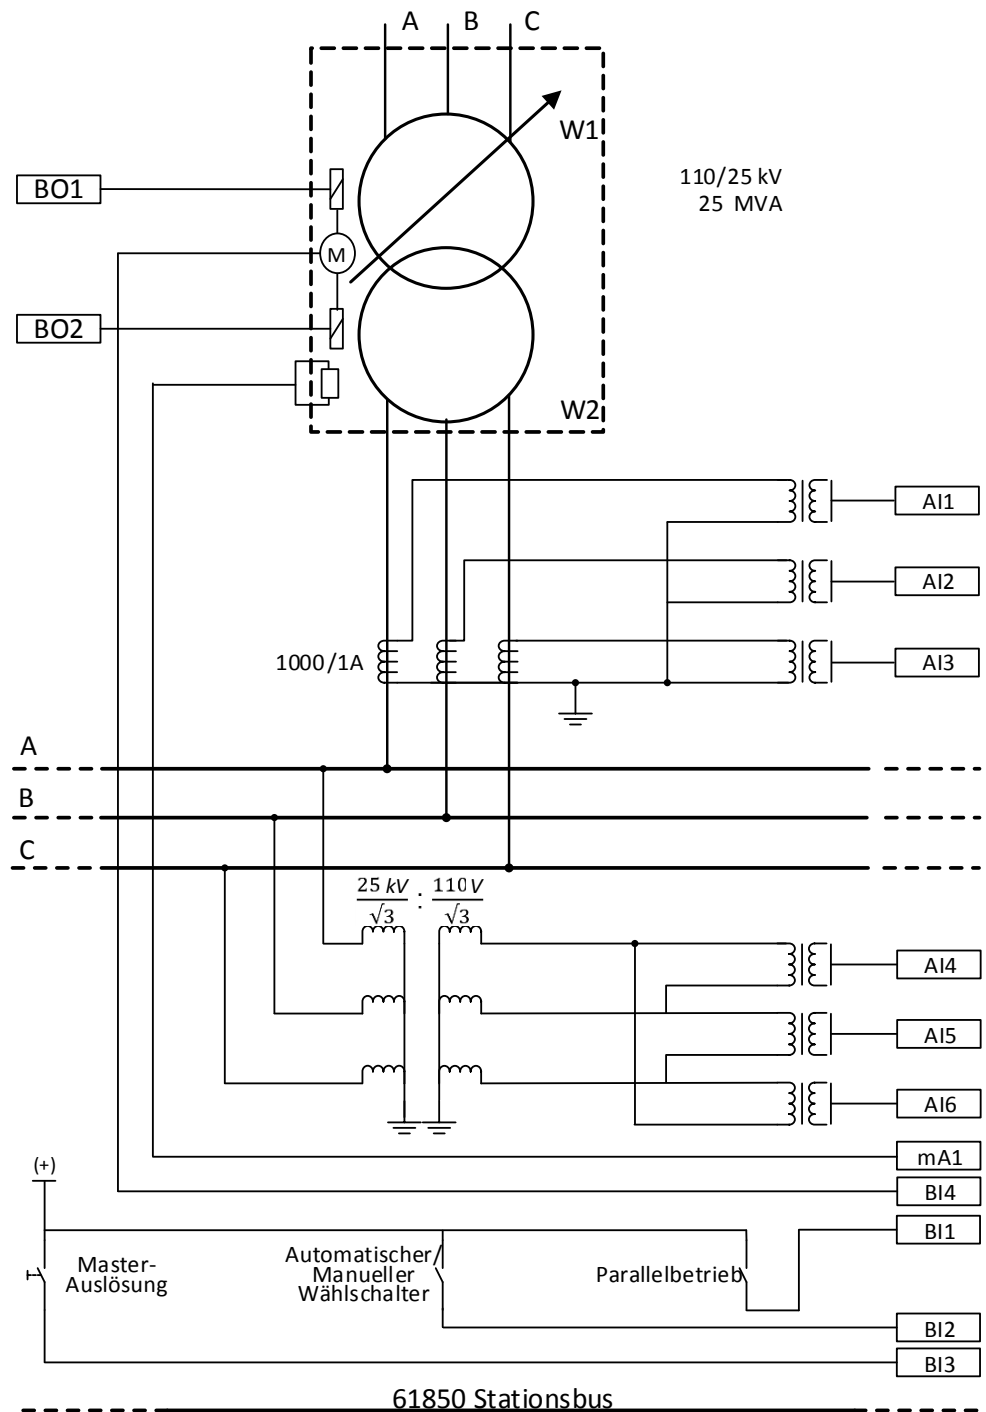

Abb. 55: Relais 3-Schnittstellen und CT/VT-Anschlüsse für TR3 in Beispielfall 3
Die Abbildung 55 zeigt die Anschlussdetails der Analogeingänge (AI) des Relais (Relais 3), Binäreingänge (BI), Milliampere-Eingänge (mA) und Binärausgänge (BO) für den Transformator TR3 im Beispielfall. Die CT-Anschlüsse für die Leiterspannungsmessungen in allen Leitern und der VT-Anschluss für die Spannungsmessung an der MS-Seite werden ebenfalls dargestellt. Im abgebildeten Beispiel ist der Stufenschalterstellungswert als mA-Eingang für den Transformator TR3 und als Eingang zu TPOSYLTC eingegeben.